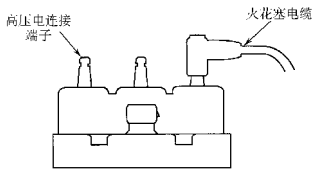

图 5-7 点火线圈组件
25. 部件专家 A 说如图 5-7 所示的部件是一个至少用于 3 个气缸的点火线圈组件。部件专家 B 说该图所示的部件是一个用于无分电器点火系统的点火线圈组件。谁是正确的？